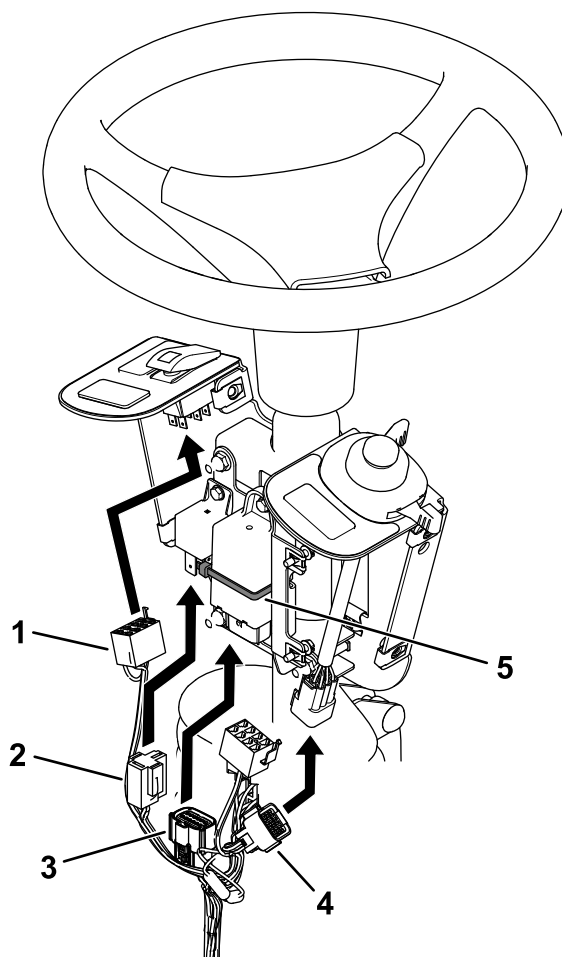

Figure 8
5. Sécurisez la centrale clignotante avec un attache-câble (**Figure 8**).
6. Branchez le faisceau à l'interrupteur à bascule et à la commande multifonction (**Figure 8**).
7. Branchez le faisceau au relais et à la centrale clignotante (**Figure 8**).